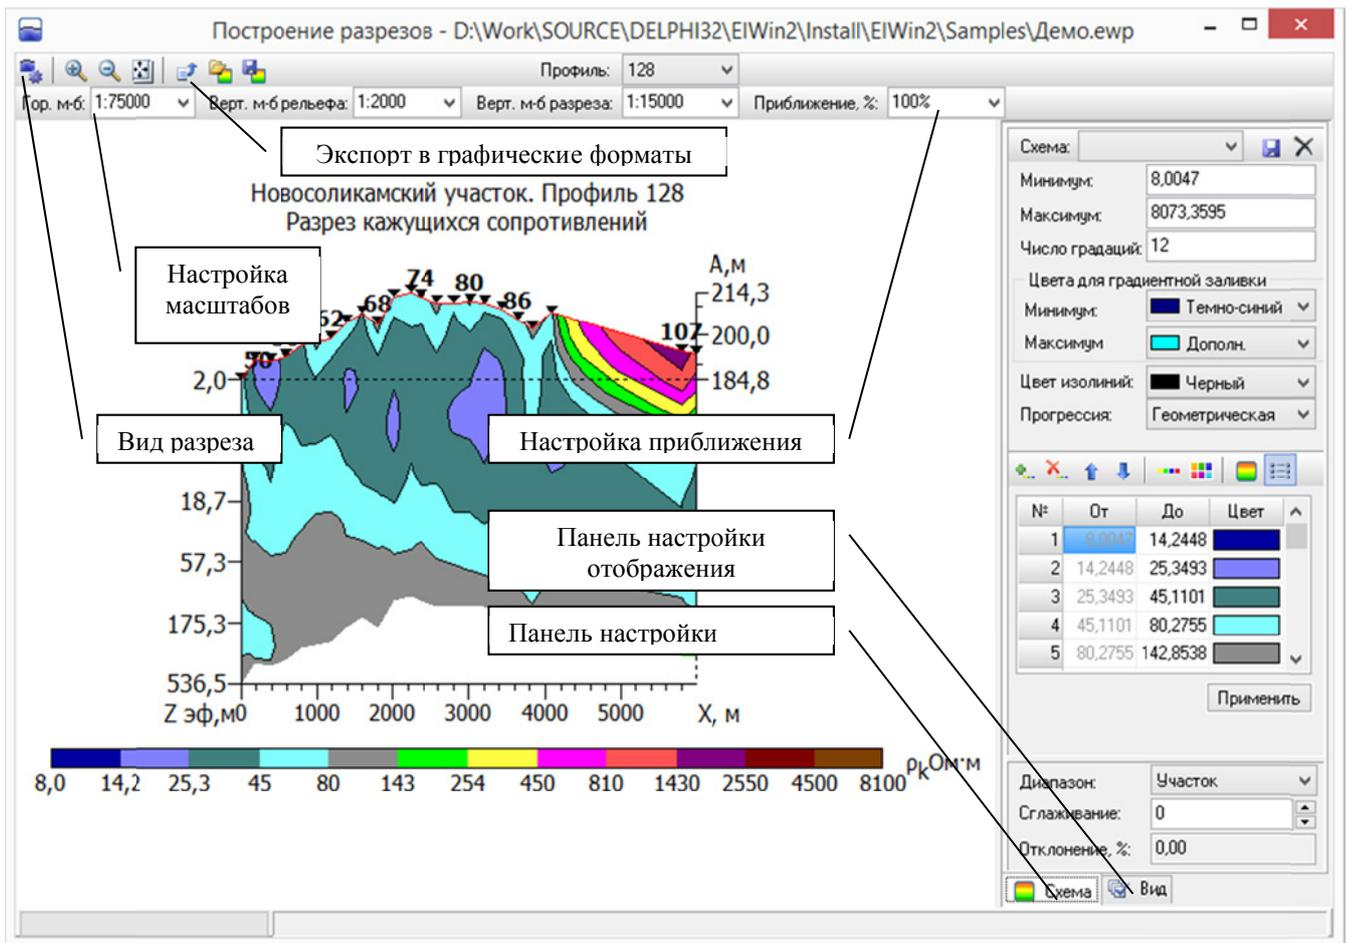

Рис. 5.2.1. Модуль построения разрезов эффективных параметров
- Изменять масштаб (влияет на размер экспортируемого изображения, рис. 5.2.1 – настройка масштабов)
- Приближать-отдалять изображение (не влияет на размер экспортируемого изображения, рис. 5.2.1 – настройка приближения)
- Редактировать цветовую схему (панель *Схема* справа, рис. 5.2.1)
- Изменять настройки шрифтов, вид пикетов, профилей, скважин (панель *Вид*, рис. 5.2.1)
- Выбирать вид разреза, или, иначе говоря, выбирать отображаемый параметр (кнопка *Вид разреза*, рис. 5.2.1)
- Экспортировать изображение в графические файлы (кнопка *Экспорт в графические форматы*, рис. 5.2.1)